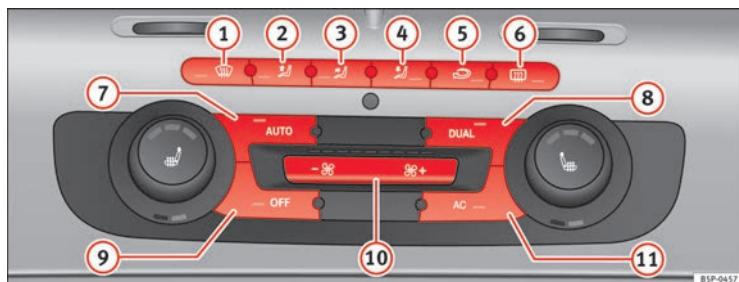

Abb. 132 In der Instrumententafel: Bedienelemente 2C-Climatronic
⇒ Abb. 132.
- Drücken Sie die Taste **AUTO** ⇒ Abb. 132. Am Display des Radios wird „AUTO High“ angezeigt (hohe Gebläsestufe).
- Drücken Sie erneut die Taste **AUTO** ⇒ Abb. 132. Am Display des Radios wird „AUTO Low“ angezeigt (niedrige Gebläsestufe).